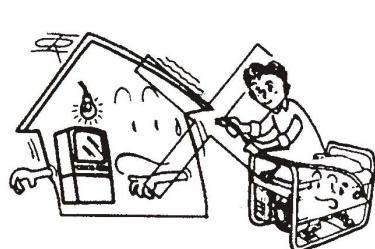

Figura 3
1.3 **No conecte la unidad al circuito del edificio (Figura 3)**